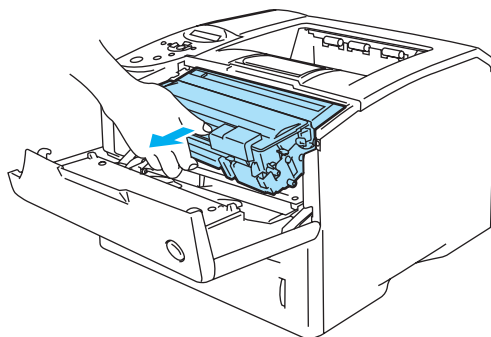

图 5-13
- 为保护打印机免受静电的损坏，请勿接触图 5-13 中所示电极。